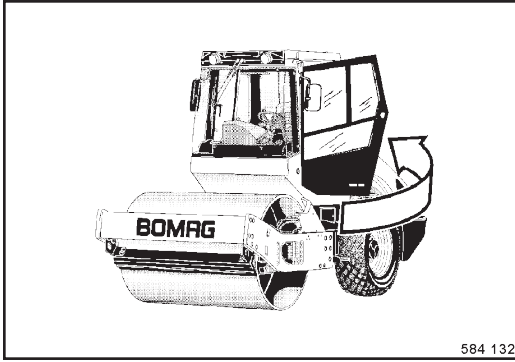

Fig. 41
- Close the cabin door (Fig. 41).